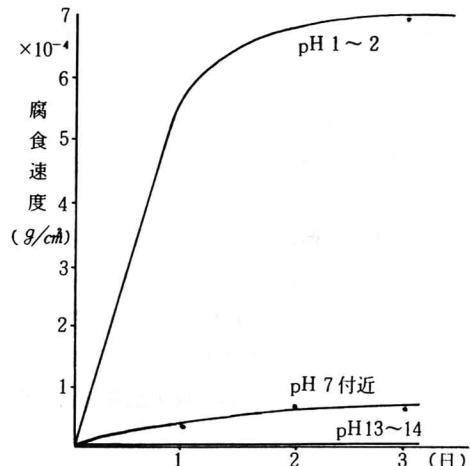

図5 腐食速度と液性
- ⑤ 液のpHはすべて6～7に近づく傾向にある。
- ⑥ pH 1～2の酸性液での腐食速度は大である(水素発生型)。中性付近での腐食速度は小さい(さび生成型)。pH13～14では全く腐食されない(図5)